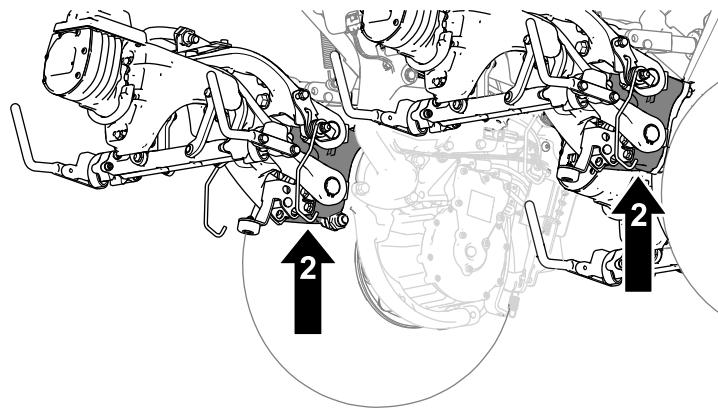

Figura 36
2. Após elevar a traseira da máquina, utilize um macaco adequado debaixo das seguintes áreas para suportar a máquina (Figura 36):